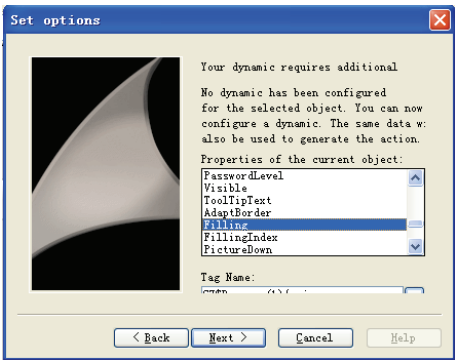

图 13-3 选择对象属性及变量
- 4) 在“Set options”对话框中选择当前对象的属性，在“Tag Name”中选择外部变量，该属性将被连接到所选变量上，如图 13-3 所示。